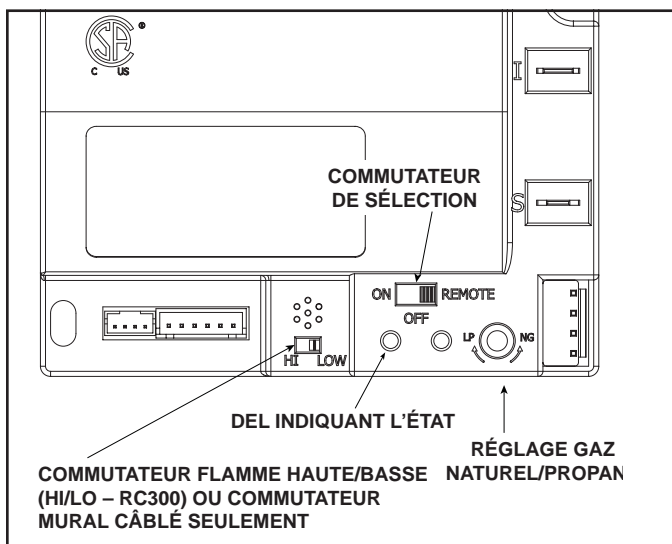

Figure 2.3 Module de commande
1. Le module de commande est équipé d'un sélecteur EN/HORS/À DISTANCE (ON/OFF/REMOTE) qui doit être réglé. Voir la figure 2.3.
- Localisez le commutateur-sélecteur du module. (Voir figure 2.3).
- Attendez cinq (5) minutes pour permettre au gaz éventuellement présent de se dissiper.
- Commutez le commutateur-sélecteur du module sur la position En (ON) ou Éloigné (REMOTE).